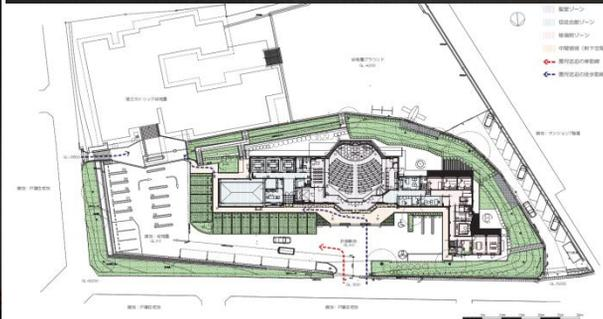

図1 笹丘カトリック教会と併設する修道院
- ✓ 翼を広げたようにおおらかに構えてその中心に聖堂を配置し、その両翼に修道院と教会信徒会館を設置（図1）